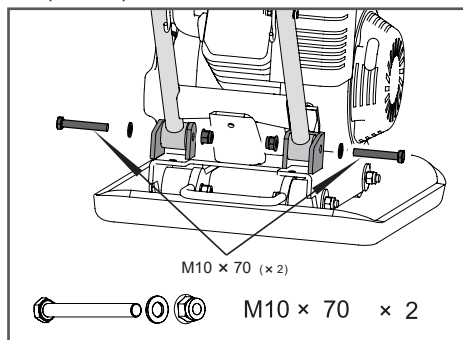

Рис. 3 Установка рабочей рукоятки
2. Совместите отверстия в нижней части рабочих рукояток и кронштейна рамы виброплиты. Вставьте в отверстия болты M10x70 из комплекта крепежа и зафиксируйте их гайками (Рис. 3).